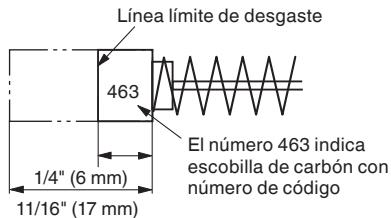

Fig. 45
2. Inspección de las escobillas (Figs. 45 y 46)
Por lo tanto, inspeccione periódicamente las escobillas y reemplácelas cuando se hayan desgastado hasta la línea límite mostrada en la Fig. 45.
NOTA: Al cambiar las escobillas de carbón, utilice únicamente escobillas de carbón metabo HPT que tengan el número de código "463" (refiérase a la Fig. 45). Si usa otras escobillas de carbón, el freno eléctrico no funcionará.